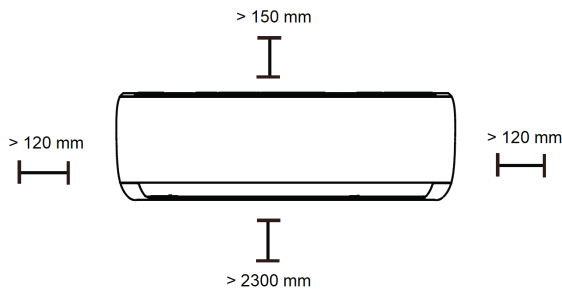

fig. 7 -
**Alegerea locului de instalare.** Conform condițiilor menționate în capitolul „Scheme de instalare” din manualul unităților externe. Poziționați unitatea cât mai jos posibil, lăsând un spațiu liber de 15 cm deasupra unității. Se recomandă respectarea spațiilor indicate (”fig. 7 -”). Înainte de a trece la fixarea de perete, verificați dacă peretele este capabil să susțină greutatea unității, dacă fluxul de aer nu este blocat de perdele sau de alte obiecte și dacă poziția este corespunzătoare pentru a garanta difuzarea optimă a aerului în încăpere.